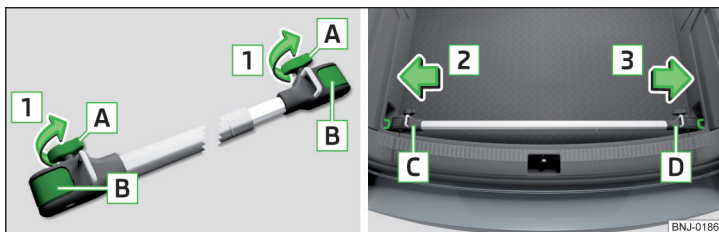

Abb. 122 Querträger einbauen: Schrauben lösen und Halterungen entriegeln / Querträger auf die Verzurrösen setzen
- › Zum **Einbauen** die Schrauben **A** in Richtung der Pfeile **1** ganz lösen und teilweise herausziehen. Die Halterungen **B** werden entriegelt » Abb. 122.